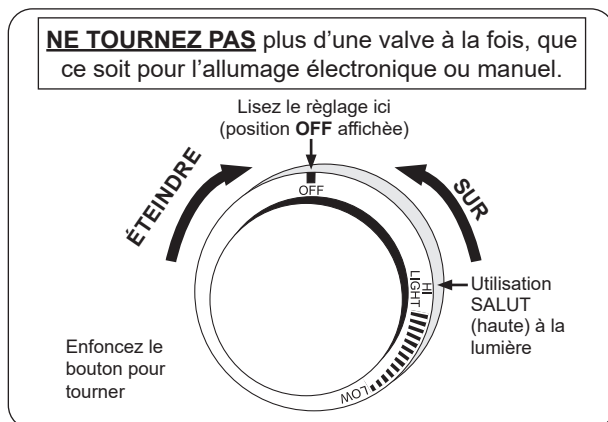

Fig. 32-1 Bouton de commande
4. Appuyez sur le bouton de commande souhaité et, tout en appuyant sur cette touche, tournez-le dans le sens inverse des aiguilles d'une montre jusqu'à la position **HI LIGHT** (Fig. 32-1). Une fois le brûleur allumé, relâchez le bouton.